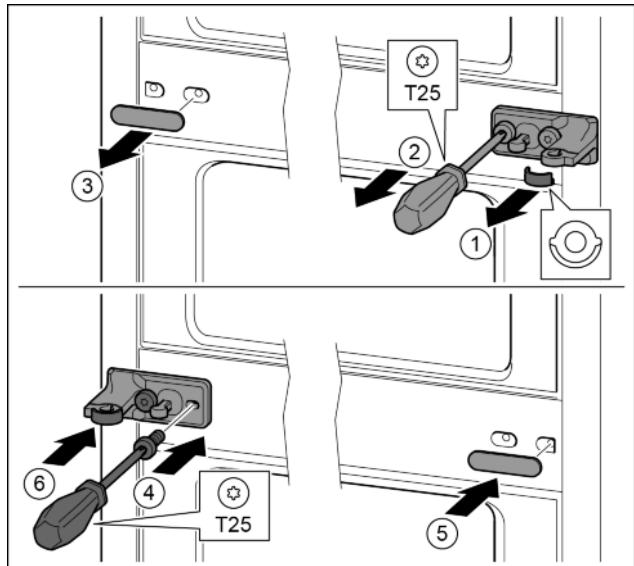

Fig. 14
- Снять шайбу. Fig. 14 (1)
- Выкрутить винты отверткой T25. Fig. 14 (2)
- Осторожно снять крышку. Fig. 14 (3)
- Плотно прикрутить опорный кронштейн с подкладкой с поворотом на 180° с другой стороны. Fig. 14 (4)
- Установить крышку с поворотом на 180° с другой стороны. Fig. 14 (5)
- Спереди надвинуть шайбу. Fig. 14 (6)